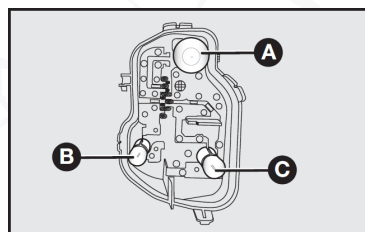

fig. 33
- Para las luces de posición y frenos A-fig.33 presione y gire en el sentido contrario a las manecillas del reloj.
- Para las luces direccionales B-fig. 33 presione para retirarlas.
- Para las luces de reversa C-fig. 33 presione para retirarlas.